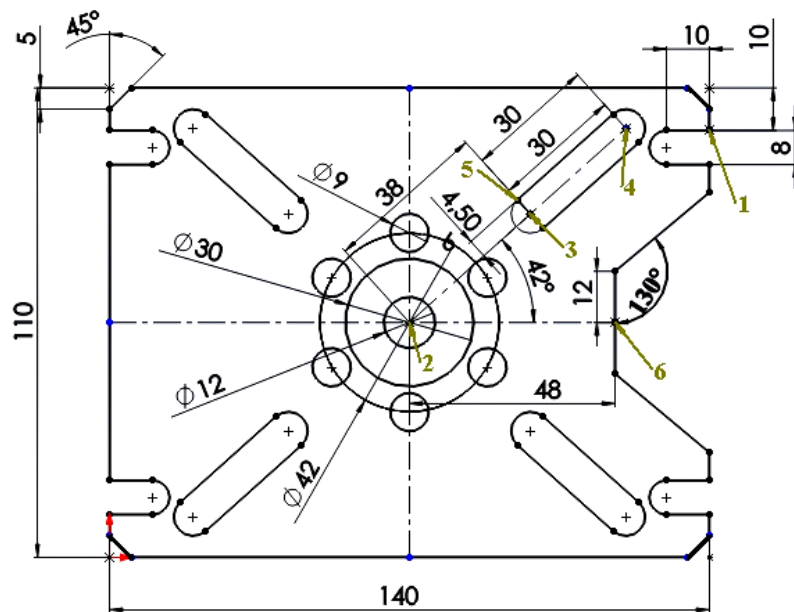

Рисунок 2.7 – Ескіз плити
**Вихідні данні:** Необхідно побудувати ескіз плити, що зображений на рис. 2.7
Поставте на правій стороні точку 1 (див. рис. 2.7) і покажіть її відстань від верхньої сторони (на рисунку – 10 мм).
Розставте на вісі в місцях, що приблизно відповідають заданим, дві точки (3 і 4 – див. рис. 2.7) – центри дуг спряження країв паза (при відстеженні вісі стежте, щоб під мишкою була присутня помаранчева точка), і розставте задані відстані від центру (38 мм) і між точками (30 мм) відповідно індивідуальному завданню.
Проводиться аналогічно побудові паза з розміщенням на горизонтальній осі т. 6 на відстані від центру 2 – 48 мм (див. рис. 2.7), кресленням перпендикуляра в цій точці, завданням його величини 12 мм і зв'язку з горизонтальною віссю виду "Перпендикулярність", проведенням похилої кромки вирізу під заданим кутом  $130^{\circ}$  до вертикалі, дзеркальним відображенням побудованих елементів відносно горизонтальної вісі і вирізанням відрізків контуру і горизонтальної вісі всередині вирізу.
11. Симетричні елементи ескізу (наприклад, кріпильні пази по контуру плити – див. рис. 2.7) утворюються шляхом відображення вихідного елемента щодо відповідної вісі симетрії. Наприклад, лівий верхній паз виходить шляхом дзеркального відображення вихідного правого паза щодо вертикальної вісі шляхом виділення всіх елементів правого паза і вертикальної вісі з подальшим натисканням кнопки "Дзеркальне відображення".